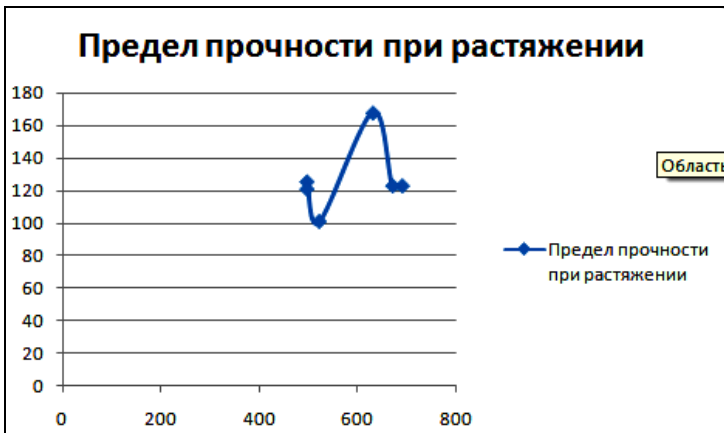

Рис. 4.4. Точечная диаграмма с гладкими кривыми
1. Выделить два средних столбца и на вкладке *Вставка* выбрать *Точечная диаграмма с гладкими кривыми* (рис. 4.4).